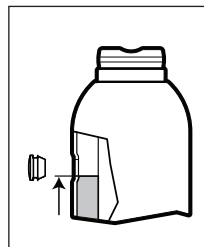
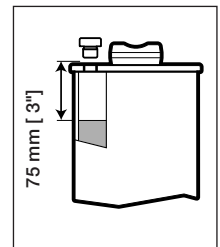

Fig. 6 - Oljestand, alle modeller bortsett fra GBJ-100
Fig. 7 - Oljestand, kun modell GBJ-100
3. Alle modeller bortsett fra GBJ-100: Fyll på til oljestanden er omtrent jevnt med den nedre kanten på påfyllingshullet. Se Fig. 6.
4. Kun modell GBJ-100: Fyll på til oljestanden er ca. 75 mm [3"] under påfyllingshullet. Se Fig. 7.
**FORSIKTIG: IKKE FYLL PÅ FOR MYE!** Med pressen helt inntrukket og jekken i oppreist stilling skal oljestanden ikke være høyere enn vist i Fig. 6 eller Fig. 7 (etter hvilken jekkmødel du har).